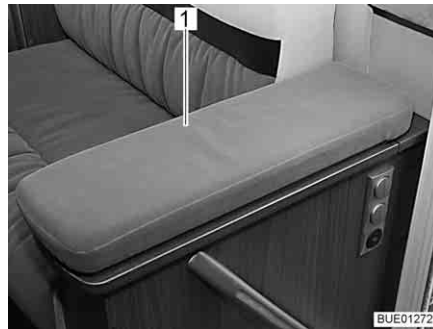
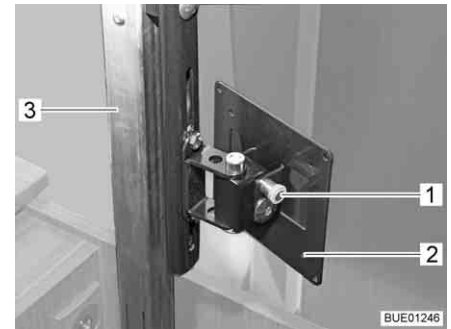

Fig. 62 Compartiment télévision
Fig. 63 Mécanisme de réglage de hauteur
- Presser légèrement sur le milieu du couvercle (Fig. 62,1) du compartiment télévision. La colonne d'extraction (Fig. 63,3) se déverrouille et monte.
- Tirer sur le bouton de déverrouillage (Fig. 63,1) et faire pivoter le support (Fig. 63,2) avec l'écran plat dans la position souhaitée.
- Faire retourner l'écran plat dans sa position initiale jusqu'à ce que le support (Fig. 63,2) s'enclenche dans le verrouillage.
- Presser le couvercle (Fig. 62,1) en son milieu contre la résistance de la colonne d'extraction (Fig. 63,3) jusqu'à ce que le verrouillage s'enclenche.